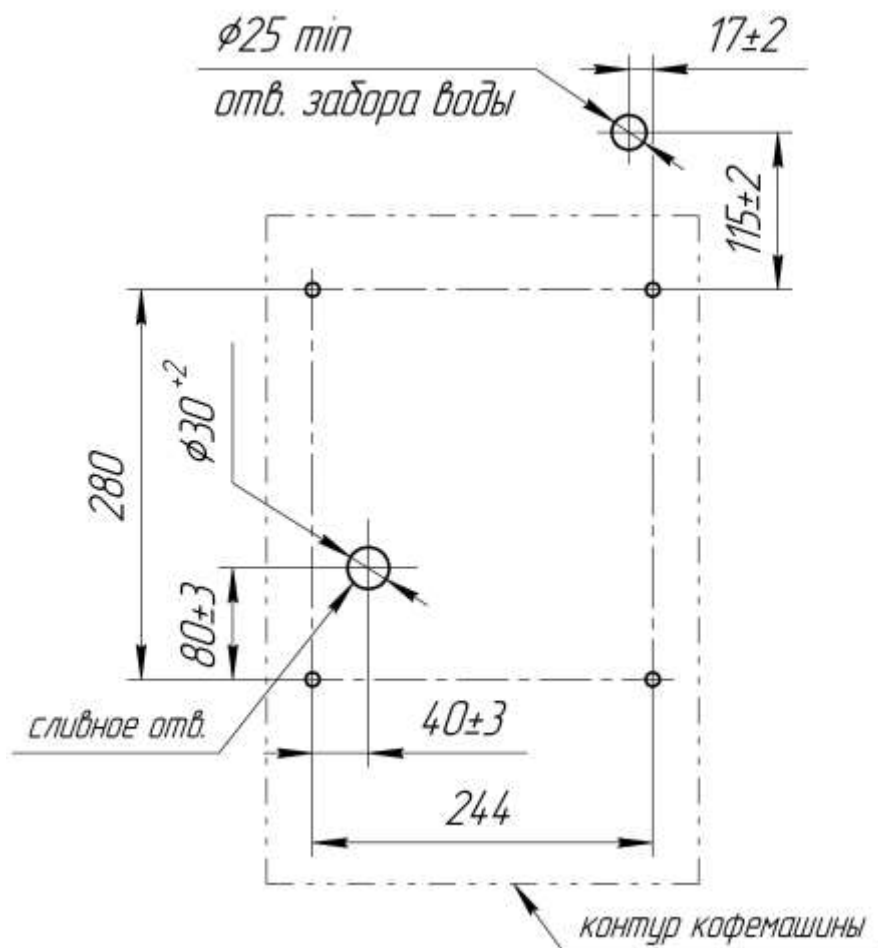

Рис. 2 Привязка заборного и сливного отверстия к опорам кофемашины
3.1 Перед закреплением кофемашины необходимо выполнить подсоединение внешнего погружного насоса к быстроразъемному соединению машины через заборное отверстие в столешнице (см. главу 4.4 руководства по эксплуатации предприятия-изготовителя.). При наличии сливного шланга, его так же необходимо пропустить через сливное отверстие в столешнице под тумбу (см. рис.2).